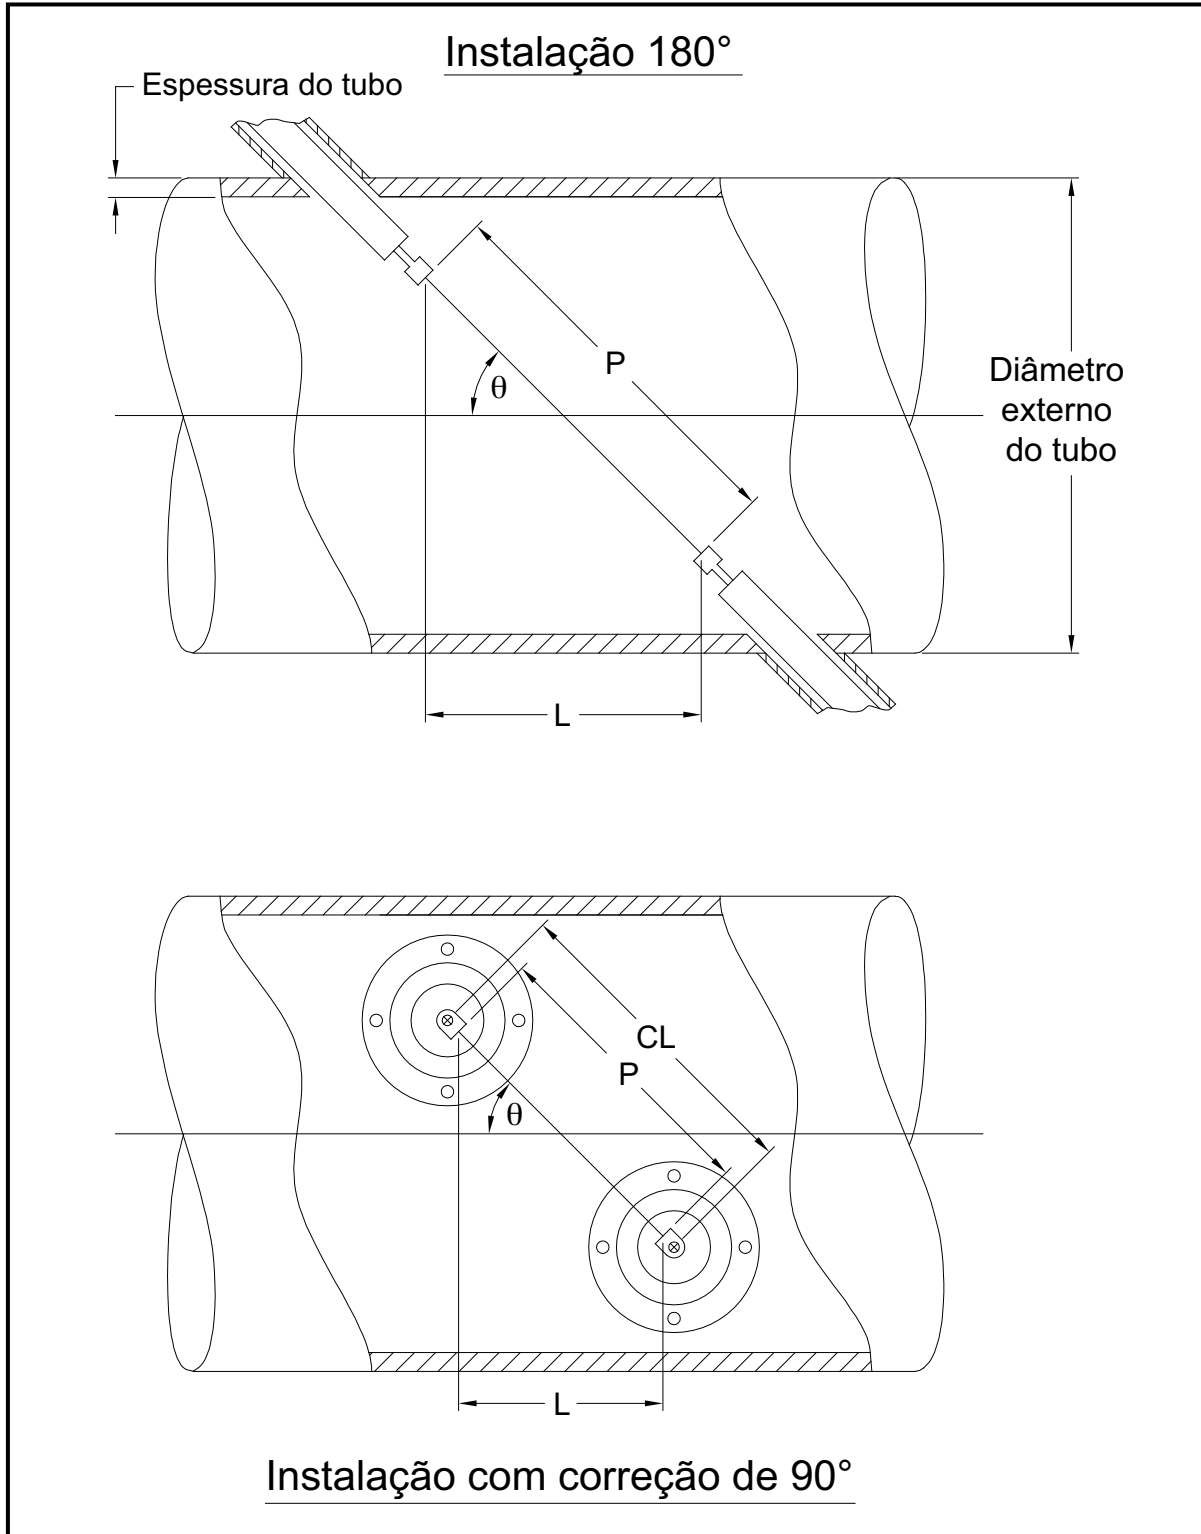

Figura 18: Vista superior de instalações típicas de transdutores
A precisão dos valores P e L programados é fundamental para medições precisas da taxa de fluxo. Se a Panametrics fornecer a carretel para o sistema, os valores corretos serão incluídos na documentação fornecida com o sistema. Para transdutores instalados em uma tubulação existente (consulte Figura 18 na página 56), P e L devem ser medidos no local. Este apêndice fornece instruções para determinar corretamente essas dimensões.
Sempre que possível, meça fisicamente a distância face a face (P) e a distância axial (L) entre os centros das faces planas dos transdutores. Consulte *Figura 18 na página 56* para ver uma ilustração das distâncias adequadas a serem medidas em uma instalação típica.
Com uma instalação de transdutor com viés de 90° , às vezes acontece que os únicos parâmetros conhecidos são o ângulo do transdutor (θ) e a distância da linha central entre os corpos do transdutor (CL). Nesses casos, ainda é possível calcular P e L combinando a *Equação C-1* acima com a *Equação C-2* adicional abaixo (consulte a *Figura 18 na página 56*):